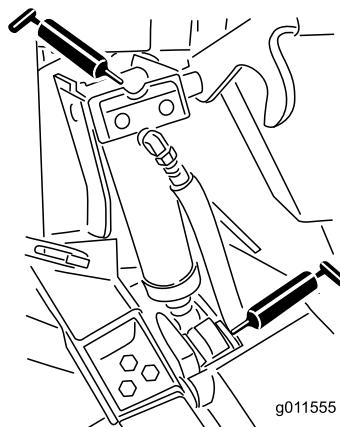

Figura 87
- Quatro casquinhos do cilindro de elevação (Figura 87)